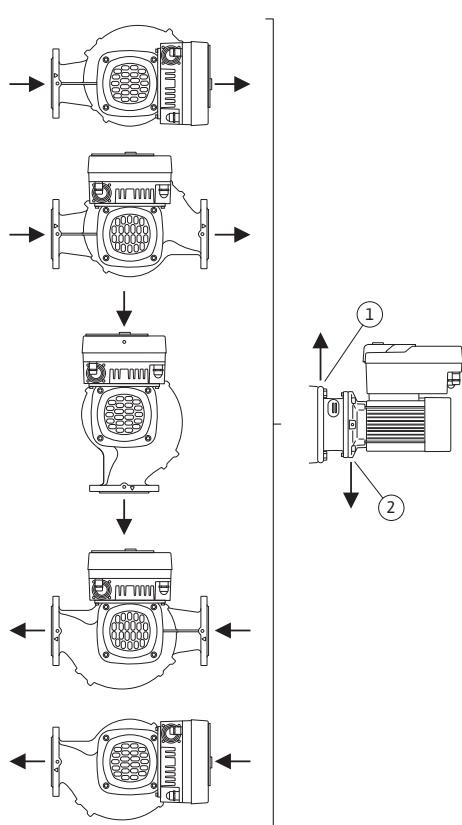

Fig. 16: Přípustné montážní polohy s vodorovnou hřidelí
- U vodorovné hřidle motoru je nutné, aby otvor pro kondenzát směřoval dolů (Fig. 16, poz. 2). Popřípadě je nutné otočení motoru.